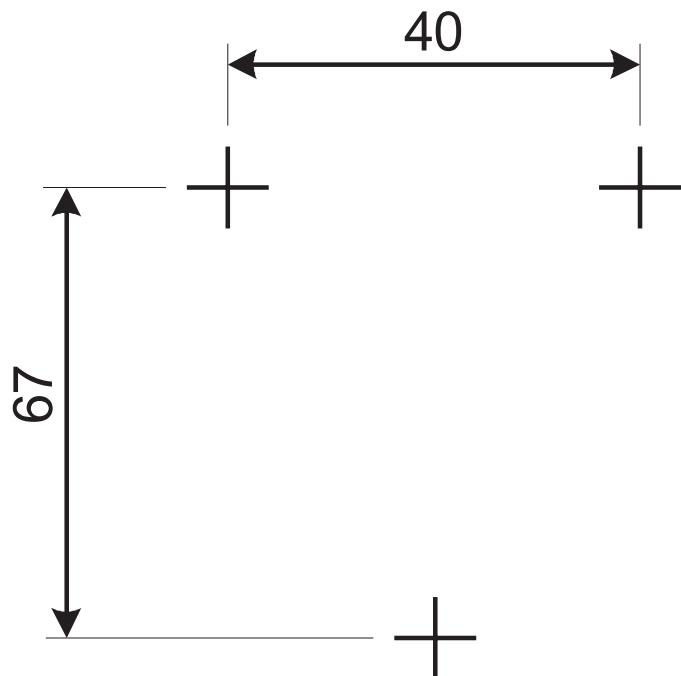

Рисунок 12. Эскиз посадочных мест для крепления корпуса прибора
2.5.1.1. Установите прибор на стене внутри или снаружи охраняемого объекта. Установку на стене произведите в соответствии со схемой разметки, приведенной на рис. 12. Закрепите элементы крепления (3 шпильки диаметром 6 мм и длиной 80 мм) на несущей вертикальной поверхности с расчетом, чтобы нижний край находился на высоте около 1,6 м от поверхности пола.